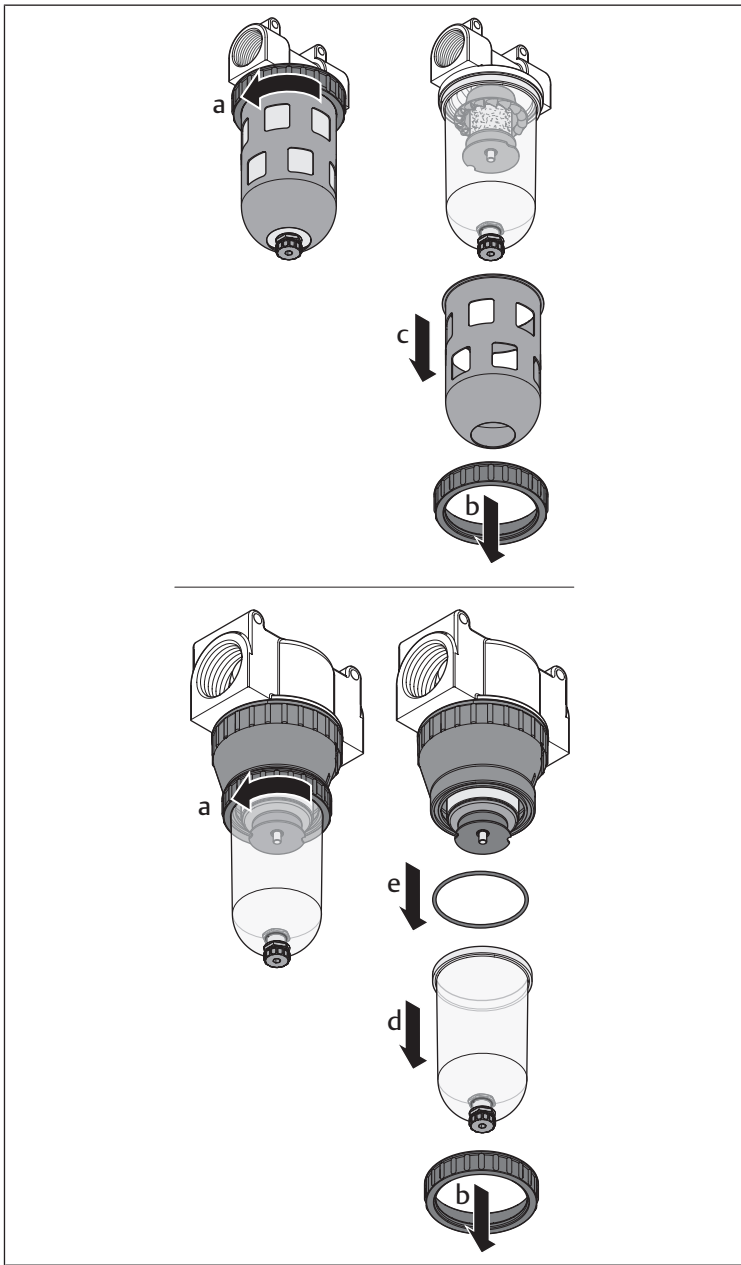
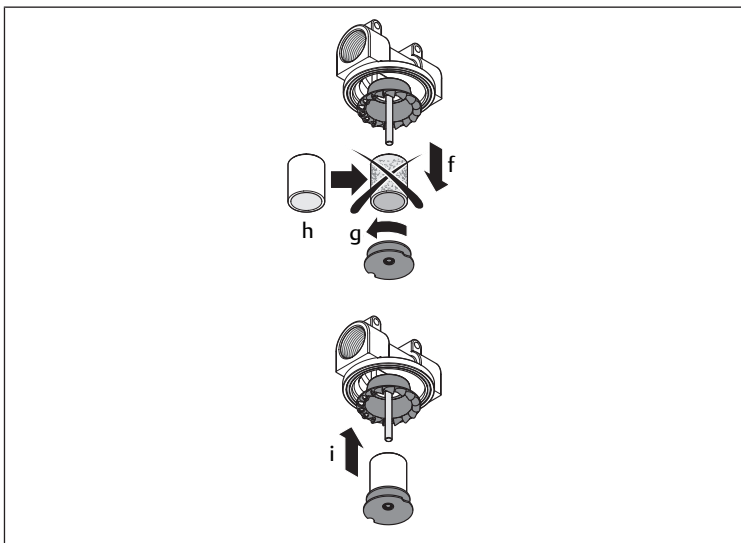

Fig. 4: Démontage / Montage de la cuve et du capot de protection
Fig. 5: Remplacement des filtres
Voir → Fig. 4, → Fig. 5.
8. Remonter la cuve dans l'ordre inverse, comme indiqué sur l'illustration → Fig. 4.